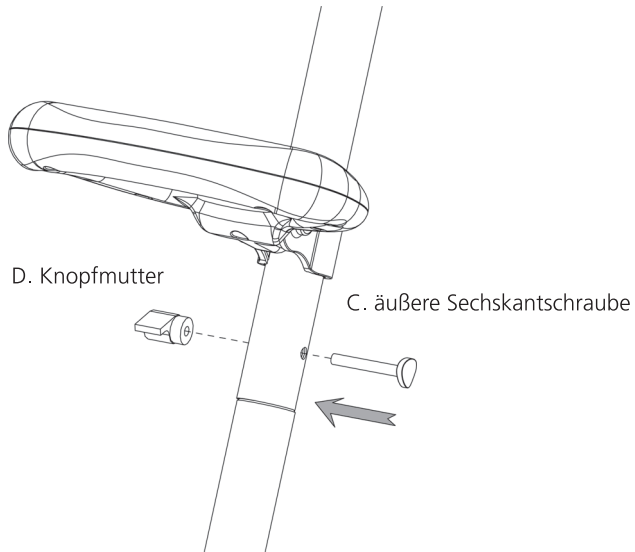

Abb. 2
- Legen Sie beim Einschieben des unteren Rohres (B) die Schraublöcher beider Rohre übereinander. Stecken Sie die Schraube in die übereinanderliegenden Löcher und sichern Sie das andere Ende mit einer Spezialmutter. Dann drehen Sie die Schraube mit der Knopfmutter (D) fest, wie in Abb. 2 gezeigt.